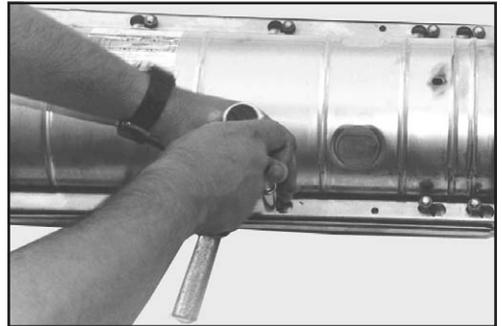

Figura 72
**19.1** Suelte las tuercas de las barras de cierre, sin preocuparse de seguir una secuencia determinada (Figura 72).